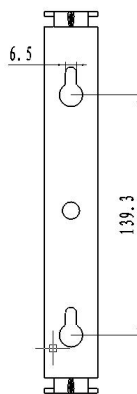

Fig.3
5. Inserire la bobina sulla staffa di montaggio, quindi fissarla con una vite 1 \* 6 \* 10mm. Vedi Fig.3